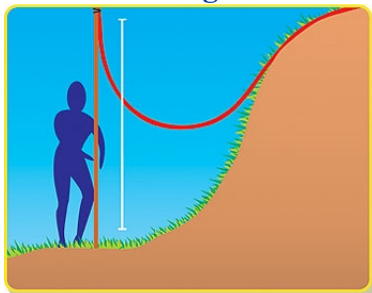

Fig. 01
- 1º passo:** Amarrar uma das pontas de uma mangueira de plástico translúcida cheia de água em uma vara, ficando a outra extremidade livre. (Fig. 01)
- 4º passo:** Quando os níveis da água se equilibrarem dentro da mangueira, proceder à medida de altura desde o nível de água na extremidade da mangueira presa na vara até o chão, conforme mostrado no desenho. (Fig. 01)